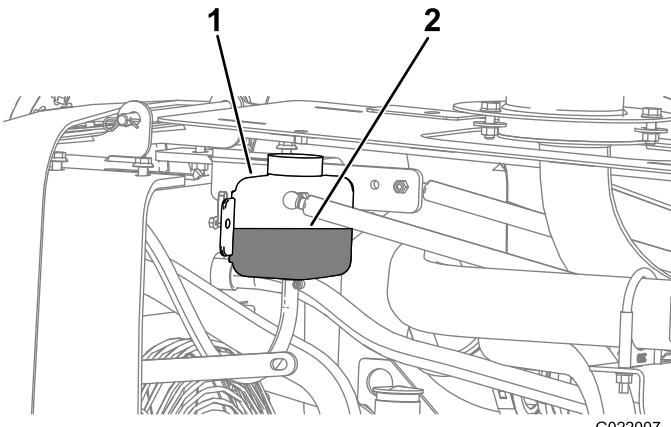
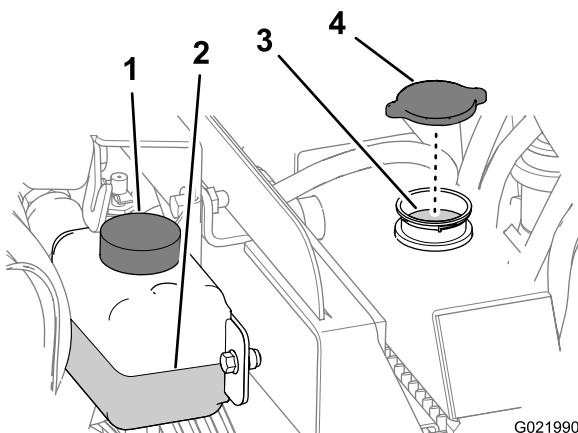

Figura 100
Figura 101
4. Compruebe el nivel de refrigerante del depósito (Figura 100).
4. Retire el tapón del radiador del cuello de llenado del radiador y compruebe el nivel de refrigerante (Figura 100 y Figura 101).
5. Si el nivel de refrigerante es bajo, añada refrigerante hasta que el nivel llegue al borde inferior del cuello de llenado (Figura 101).
6. Instale el tapón de llenado del radiador, asegurándose de que quede bien cerrado (Figura 101).
4. Retire el tapón del radiador (Figura 101).
- 4. Instale el tapón del radiador (Figura 101).
2. Retire el tapón del radiador (Figura 101).